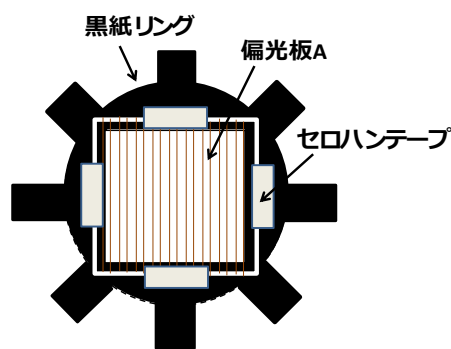

図13 黒紙リングの窓に偏光板Aを置き、縁をセロハンテープでとめる
テープでとめます (図13)。この時、保護フィル
5) 次に図13の偏光板Aの上に複屈折性フィル